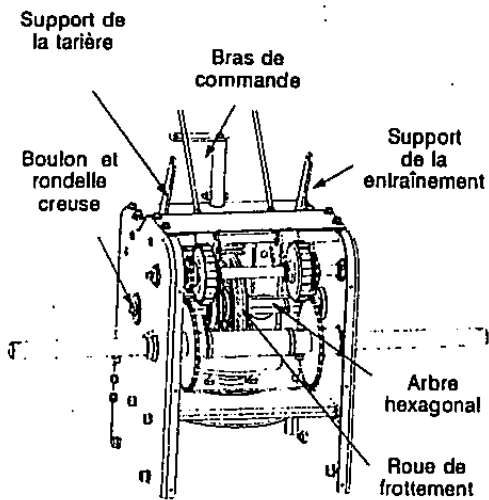

FIGURE 11-Côté du dessous du tableau de la souffleuse.
Enlevez les boulons de l'arbre de la tarière et huilez-les ou vaporisez le lubrifiant dans l'arbre une fois par saison. Voir la figure 11.
Si, pour une raison quelconque, la transmission été démontée et le câble d'entraînement débranché, remontez le câble de façon qu'il ne gêne pas le mouvement des pièces lorsqu'il est étiré. Voir la figure 11.
- Utilisez une clé de 7/8 po pour maintenir l'arbre hexagonal, puis retirez la vis à tête hex., la rondelle creuse et le roulement du côté gauche du châssis. Voir la figure 11. Tenez la roue de frottement et dégagez l'arbre hexagonal de la machine en le glissant vers le côté droit.